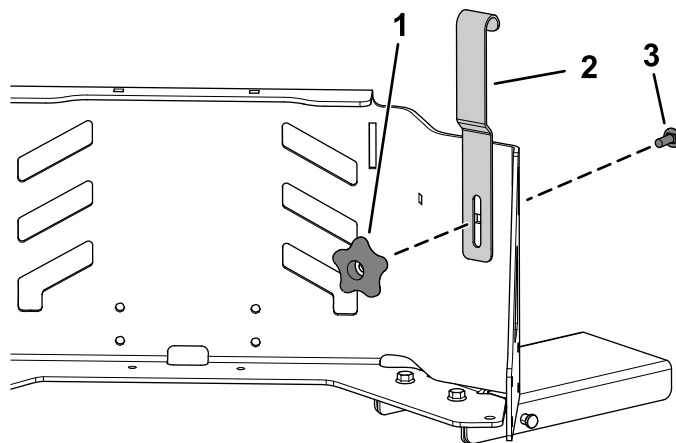

Figur 2
2. Fest platen til braketten med låsestiften (Figur 2).